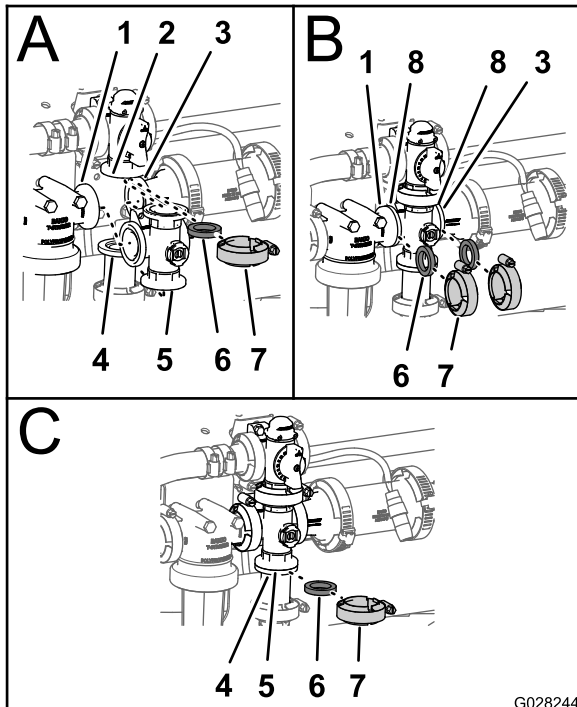

Bild 87
- Fluchten Sie den Flansch des Rührwerksicherheitsventils, eine Dichtung und den Flansch des Endkappen-Anschlussstücks des Rührwerkventilverteilers aus (A von Bild 87).
- Montieren Sie das Rührwerksicherheitsventil, die Dichtung und den Rührwerkventilverteiler mit einer Klemme und ziehen sie mit der Hand an (A von Bild 87).
- Fluchten Sie eine Dichtung zwischen den Flanschen des Druckfilterkopfes und dem Rührwerkventilverteiler aus (B von Bild 87).
Klemme und ziehen sie mit der Hand an (B von Bild 87).
- Fluchten Sie eine Dichtung zwischen den Flanschen des Rührwerkventilverteilers und der Reduzierkupplung aus (B von Bild 87).
- Montieren Sie den Rührwerkventilverteiler, die Dichtung und die Reduzierkupplung mit einer Klemme und ziehen sie mit der Hand an (B von Bild 87).
- Fluchten Sie eine Dichtung zwischen den Flanschen des Rührwerkventilverteilers und dem Adapteranschlussstück für das Rührwerk-drosselventil aus (C von Bild 87).
- Montieren Sie den Rührwerkventilverteiler, die Dichtung und das Adapteranschlussstück mit einer Klemme und ziehen sie mit der Hand an (C von Bild 87).